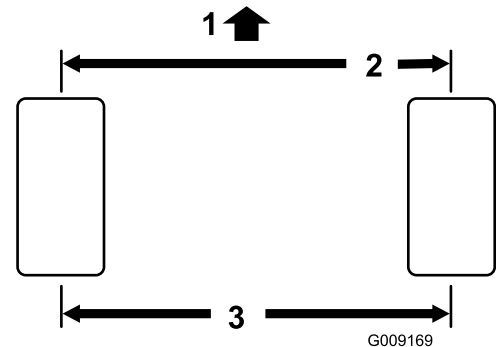

Bild 109
- Messen Sie den Abstand vorne und hinten an den Lenkreifen Mitte-zu-Mitte (auf Achshöhe) (**Bild 109**).